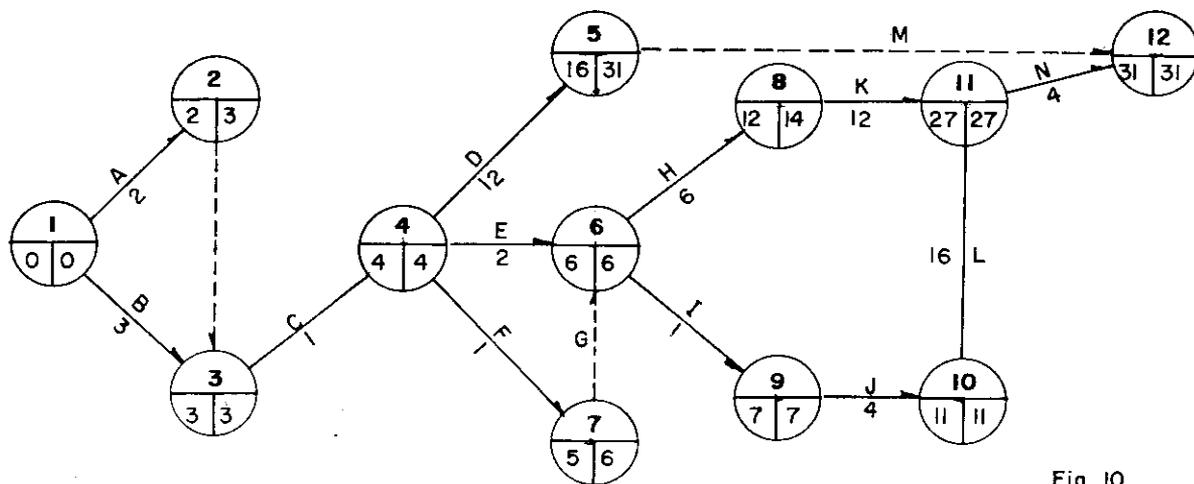

Fig 10
Na fig. 10, o cálculo para o nó (6) tem como menor tempo o trecho L, J, I
Obs. Apenas apanhamos os valores contidos em cada nó da Fig. 10.